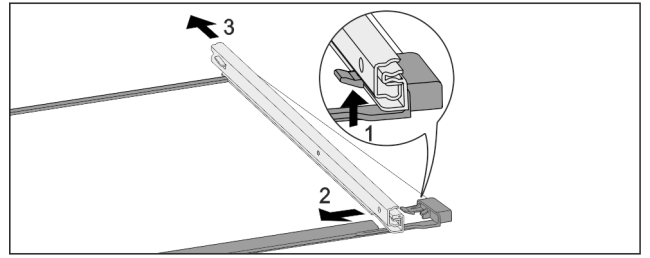

Fig. 227 带轨道的玻璃隔板
- ▶ 向上按前端的锁定钩。 Fig. 227 (1)
- ▶ 将牵伸轨推向一侧 Fig. 227 (2)，然后向后 Fig. 227 (3) 推。